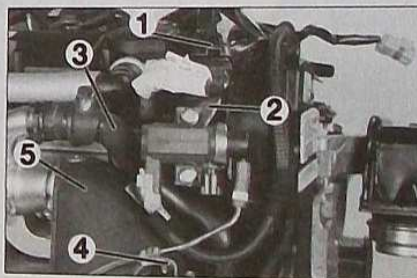

FIG. 34
- Débrancher le connecteur (1) (Fig.34).
- le support d'électrovanne de régulation de turbo (2).
- la durit d'eau (3).
- Desserrer l'écrou (4).